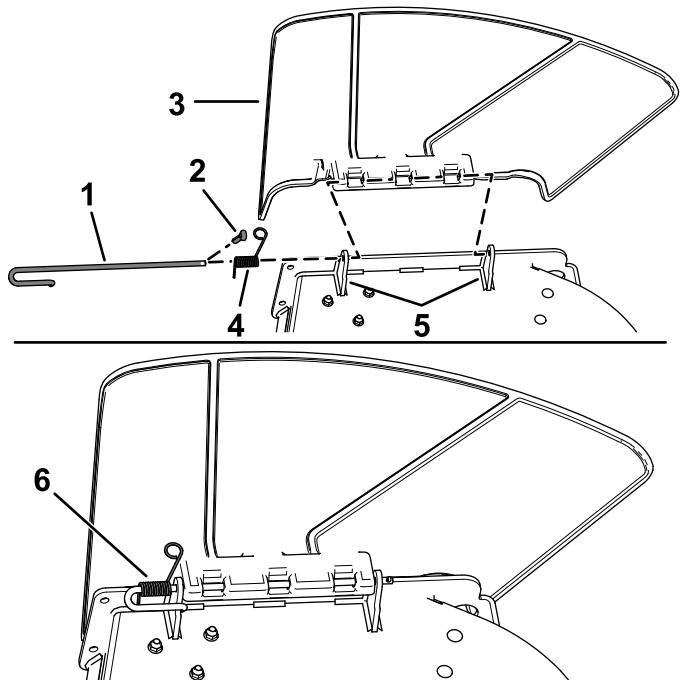

Figura 6
- Decuplai arcul din canelura suportului pentru deflector și îndepărtați cuiau spintecat (doar pentru modelele CE), apoi glisai tija în afara suporilor sudai pe punte, a arcului și a deflectorului de evacuare (Figura 6).
- Îndepărtați deflectorul (Figura 6).